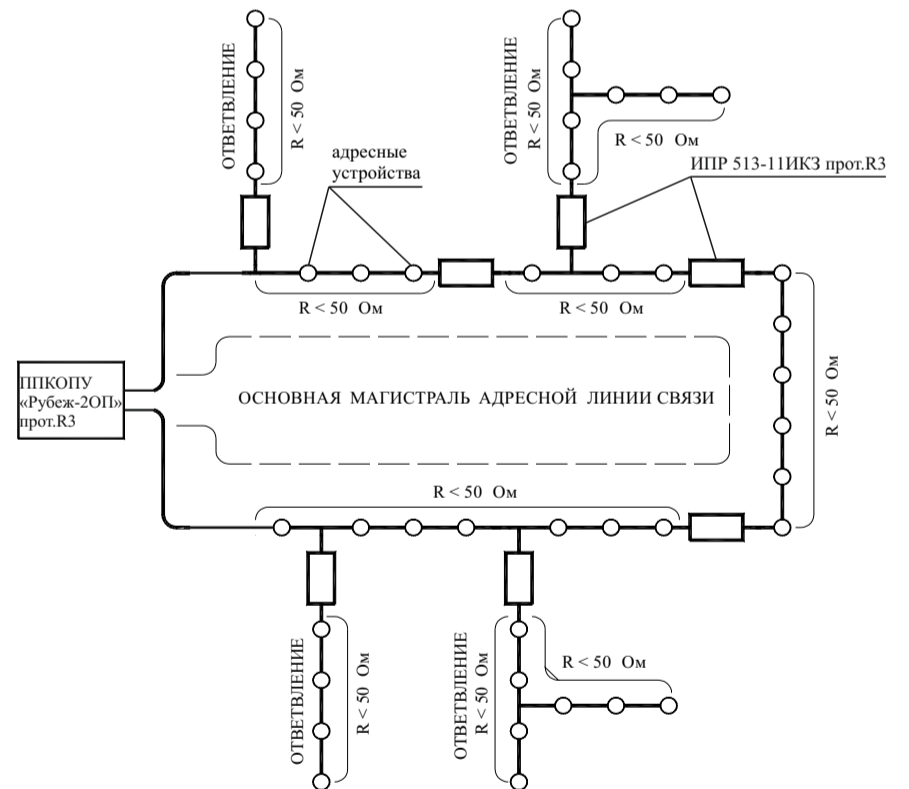

Рисунок 3
- разрывать кольцевую АЛС (рисунок 3) между двумя местами установки извещателей. Это локализует участок между извещателями и оставляет работоспособными остальные участки АЛС.